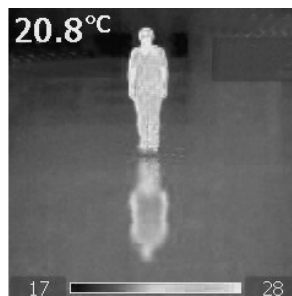

Imagen 3: Imagen térmica de una persona y reflexión de la misma en el suelo
- Reflexiones en superficies reflectantes (Imagen 3)